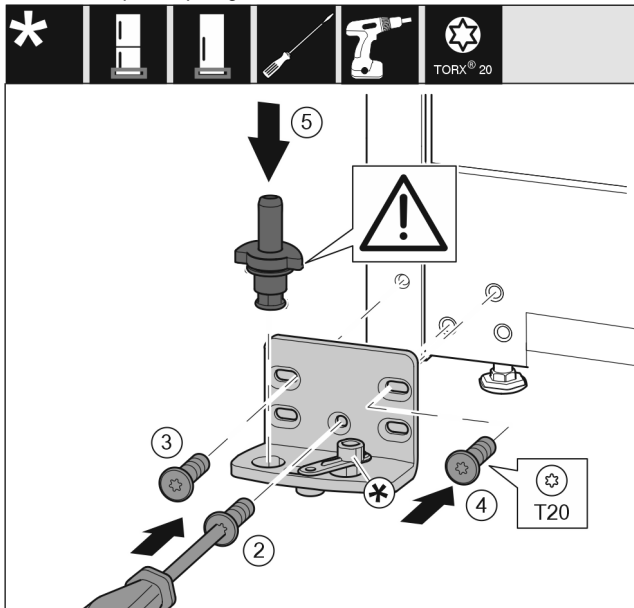

Fig. 34
- ▶ Установите опорный кронштейн с другой стороны и прикрутите с помощью отвертки T20. Начинайте с винта 2 снизу в центре. *Fig. 34 (2)*
- ▶ Затяните винты 3 и 4. *Fig. 34 (3,4)*
- ▶ Установите опорный палец в сборе. При этом следите за тем, чтобы выступ фиксатора был направлен назад. *Fig. 34 (5)*
- ▶ Установите опорный кронштейн с другой стороны и прикрутите с помощью отвертки T20. Начинайте с винта 2 снизу в центре. (2)
- ▶ Поверните соединительный элемент амортизатора закрывания дверей на 180°. Прикрутите с другой стороны опорного кронштейна при помощи отвертки T20. (5)
- ▶ Установите опорный палец в сборе. При этом следите за тем, чтобы выступ фиксатора был направлен назад. (6)